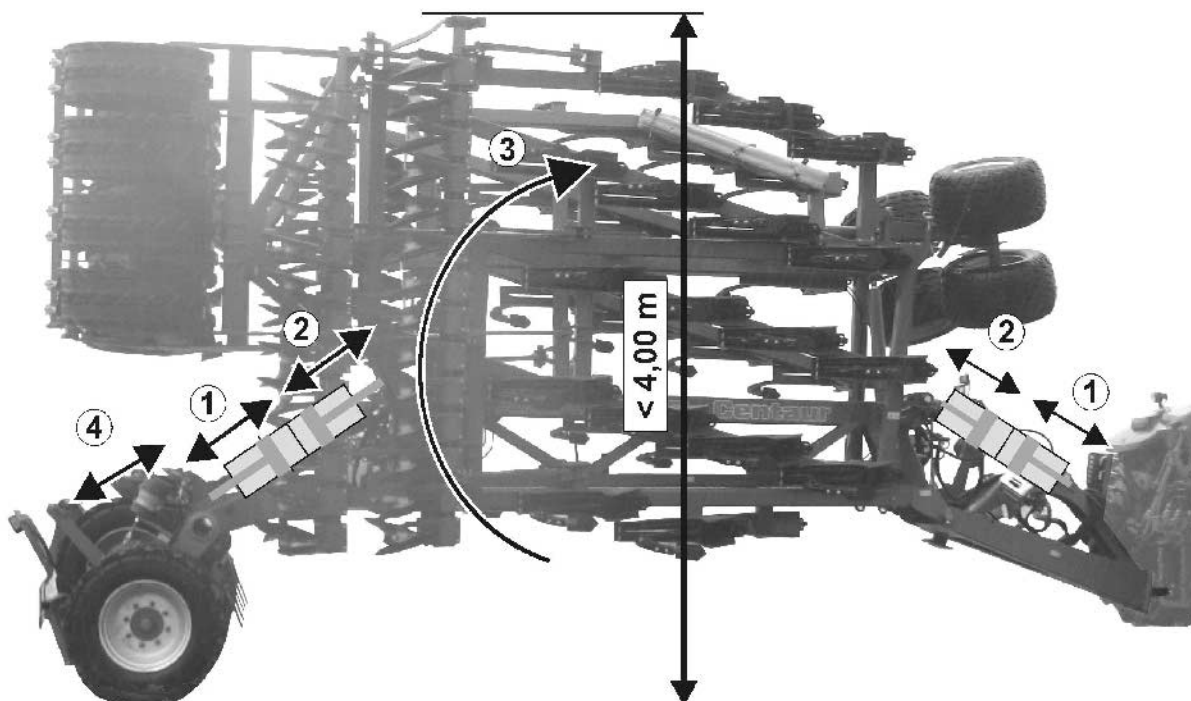

Рис. 49
→ Полностью поднимите агрегат (Рис. 49/1).
→ Сложите агрегат (Рис. 49/3).
→ Полностью опустите агрегат (Рис. 49/2).
→ Поднимите средний каток (Рис. 49/4).
- Опустите агрегат (Рис. 49/2).